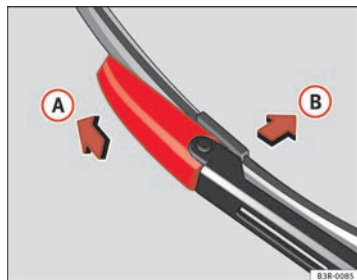

Abb. 174 Wischerblatt abnehmen
- Schieben Sie das Verriegelungsstück am Wischerblatt in Pfeilrichtung ⇒ Abb. 174 (A). Halten Sie dabei das Wischerblatt fest.
- Ziehen Sie das Wischerblatt (B) aus der Aufnahme des Scheibenwischerarms.